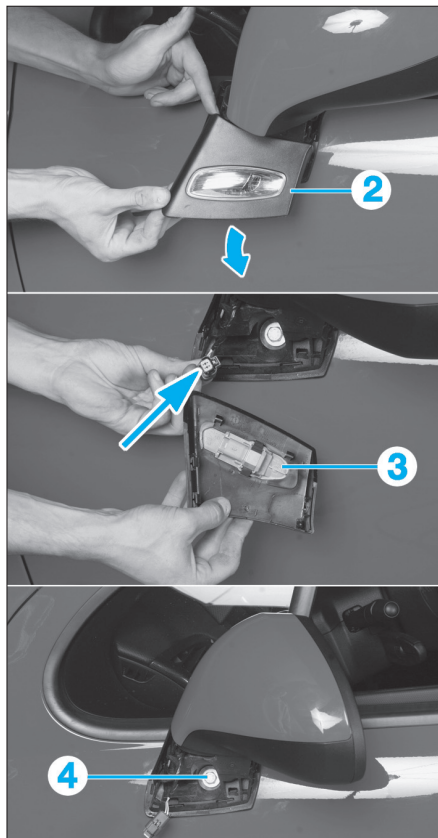

Fig. 100
- Dégrafer le cache extérieur (2) (Fig.100).
- Débrancher le connecteur du répéteur latéral (3).
- la vis de fixation (4),